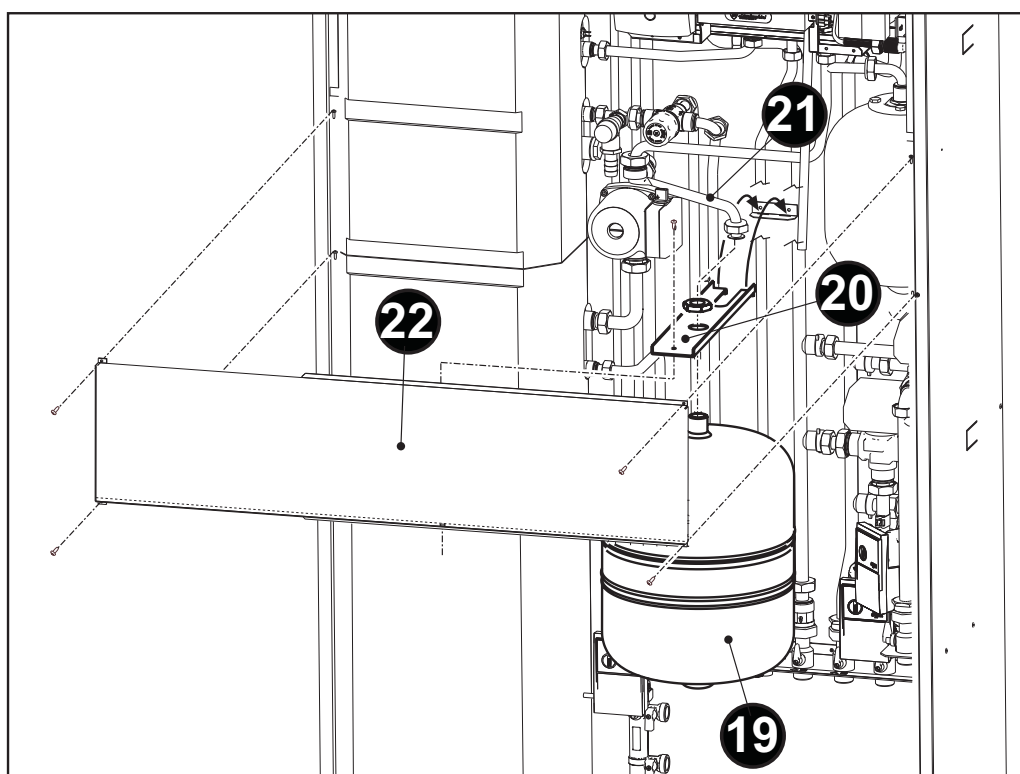

fig. 39
- Agganciare la **staffa "20"** sul pannello posteriore dell'involucro come indicato in fig. 39.